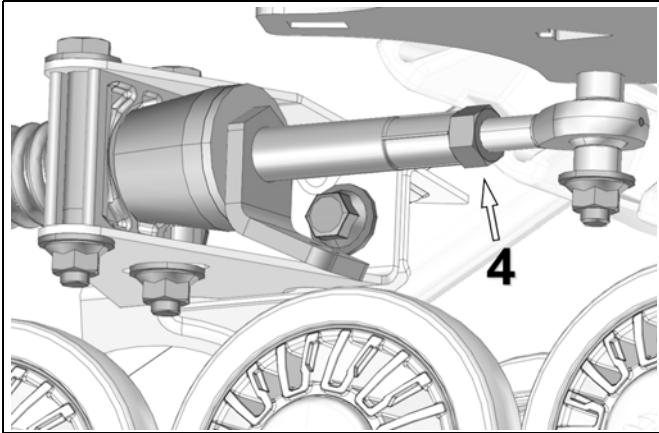

Abbildung 17
- Gegenmutter (4) nach erfolgter Einstellung wieder mit einem Anzugsmoment von 40 N•m [30 lb•ft] festziehen. Siehe Abbildung 17.